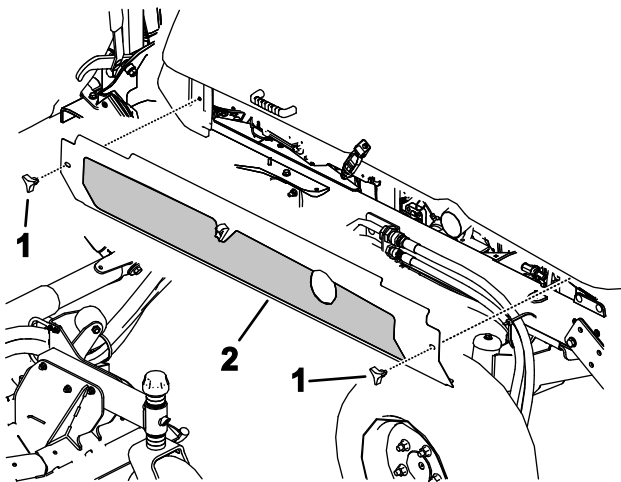

**Figura 110**
2. Retire los 3 tornillos con arandela prensada de cada lado del parachoques trasero, como se muestra en la Figura 110.
Apriete todos los tornillos con arandela prensada que sujetan el parachoques trasero al bastidor (Figura 110).